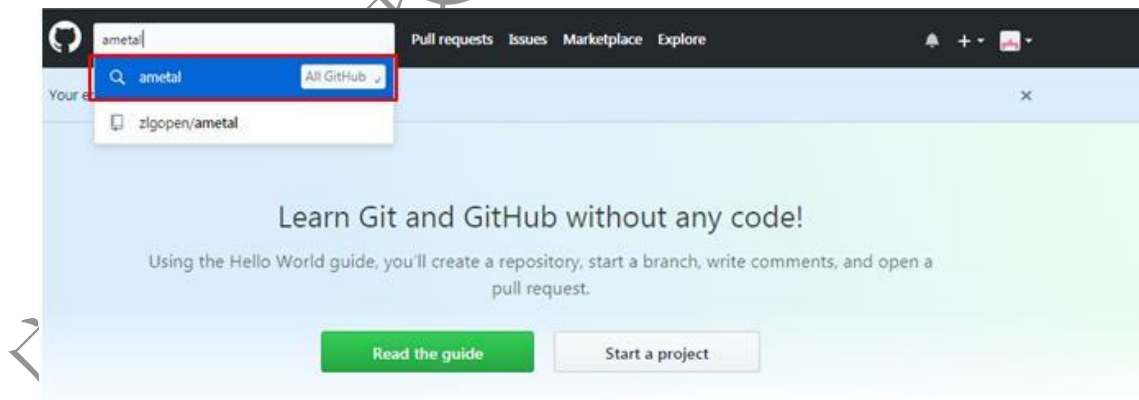

图 9 搜索 AMetal 仓库
1. 账号注册完成之后，使用自己的账号登录到 GitHub 官网，搜索 AMetal 仓库，如图 9 所示。